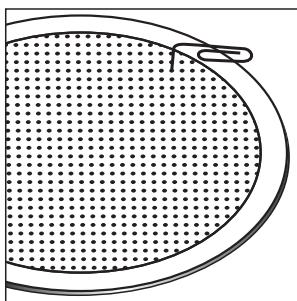

FIGURE 6
1. Separate the parts of the speaker. If the speaker is not yet installed, the grille can be removed simply by pushing the clamp screws forward to push the grille off the speaker from the inside. If the speaker is already in the wall, carefully hook the grille with a bent paper clip and pull it gently away from the frame [figure 6].
1. Séparez les divers éléments du haut-parleur. Si le haut-parleur n'est pas encore installé, la grille peut être retirée en poussant sur les vis des crampons pour éloigner la grille du haut-parleur depuis l'intérieur. Si le haut-parleur est déjà installé dans le mur, dégagéz délicatement la grille à l'aide d'un trombone plié [figure 6].